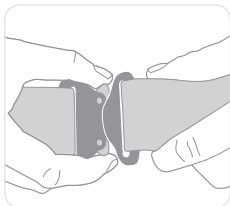

Figure 10
- Défaites les boucles de dégagement rapide situées sur les sangles thoraciques et cuissardes (voir Figure 10).